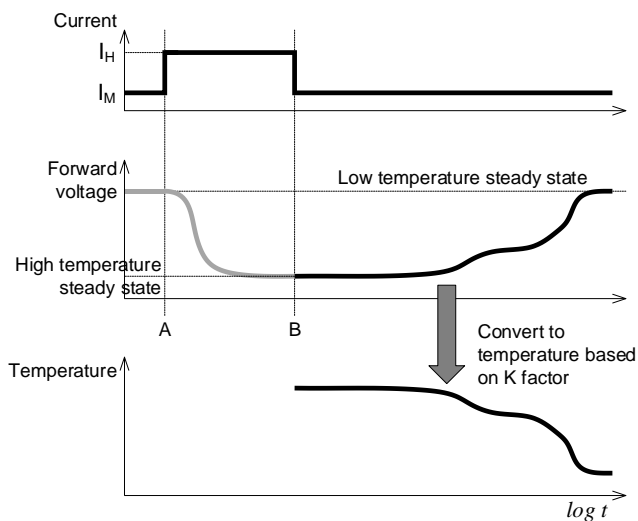

Figure 8. 과도 냉각 곡선의 측정
1. DUT 내부의 가열 소자에 일정한 가열 전류 I_H 를 공급하여, 칩의 온도를 상승시킵니다. 가열 소자는 MOSFET일 경우, Body 다이오드를 사용할 수 있습니다. Figure 8의 A 포인트가 가열 전류를 공급하기 시작하는 지점입니다. Junction 온도가 일정해질 때까지 계속 가열하며, Junction 온도의 변화는 센싱 다이오드의 순방향 전압으로 모니터링합니다.
2. Junction 온도가 고온에서 안정되면, 가열 전류 I_H 의 공급을 중지하고, 순방향 전압 측정 전류 I_M 으로 신속하게 전환합니다. Figure 8의 B 포인트가 전류를 전환한 지점입니다. 여기에서부터 순방향 전압이 저온 정상 상태가 될 때까지 시계열로 데이터를 기록합니다 (Figure 8의 중간 그래프).
3. 기록한 순방향 전압 데이터를 K 팩터에 준거하여, 온도로 변환합니다 (Figure 8 아래쪽 그래프). 이것이 과도 냉각 곡선입니다.